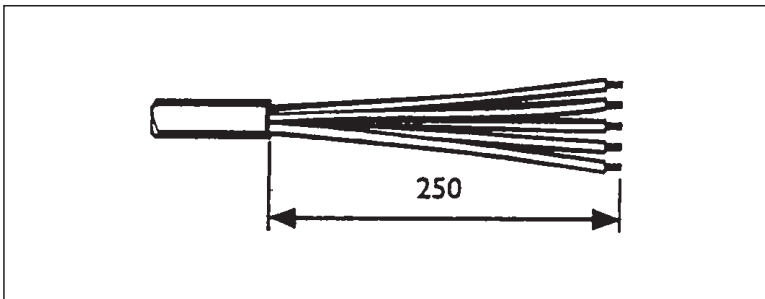

Fig. 10
- Preparar el cable de red (ver fig. 10).